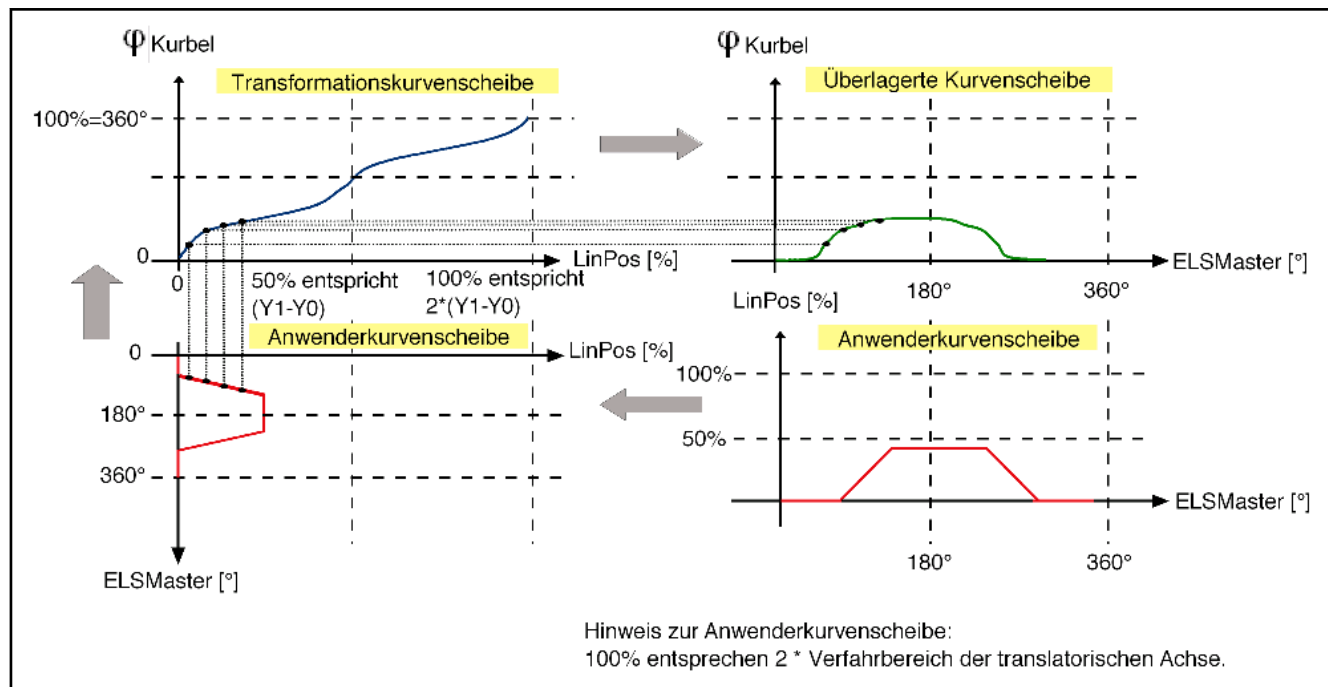

Abb. 6-9: Prinzip der Kurvenscheiben Überlagerung
Das Prinzip der Überlagerung ist in Abb. 6-9 "Prinzip der Kurvenscheiben Überlagerung" auf Seite 422 dargestellt. Die Anwenderkurvenscheibe muss 1024 Stützpunkte enthalten und definiert hierbei die Bewegung der translatorischen Achse im Bezug zur Leitachse (ohne Berücksichtigung der Kniehebelkinematik). Der Tabellenwert 100% entspricht dabei der Bewegung 2 • Verfahrbereich = Modulowert der virtuellen translatorischen Achse.
- Ist der Endpunkt der Anwenderkurvenscheibe 0%, entsteht eine Vor-Rück-Bewegung der translatorischen Achse mit Richtungsumkehr der Kurbel 1 (wie in Abb. 6-9 "Prinzip der Kurvenscheiben Überlagerung" auf Seite 422 dargestellt)